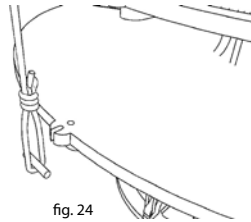

fig. 24
2) Tagliare, dai 2 pezzi avanzati di midollino e/o dalle eccedenze tagliate (fase 4 punto 6; figg. 20-21) n. 4 pezzetti di 6-8 mm di lunghezza ed inserirli in un cappio già formato della corda (leggi punto 2 sopra), successivamente tirare per stringere il nodo attorno al pezzetto di midollino (fig. 24) ed agganciare il terminale così costituito all'asola corrispondente presente sulla spirale.
2) Cut from the two pieces of excess wicker and/or from the remaining piece n.4 pieces of 6-8 mm in length and insert them in the loop of the slipknot (point 2 above), then pull to tighten the knot around the piece of pith (Fig. 24) and attach the terminal in the correspondent slot on the spiral.